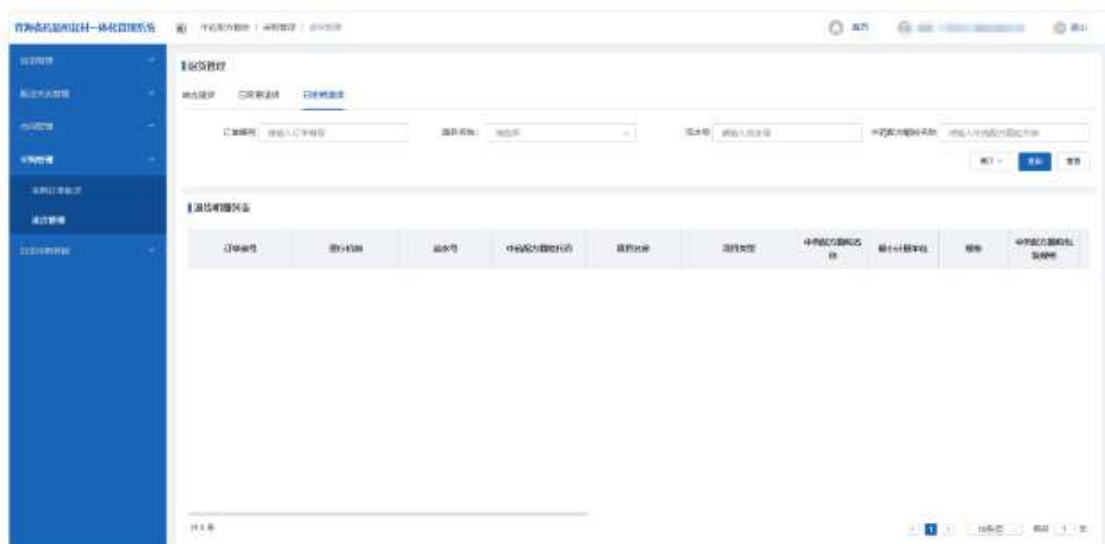

图 3
- ③在“已拒绝退货”标签页可以查询到配送企业的已拒绝的退货明细。（如图 3 所示）